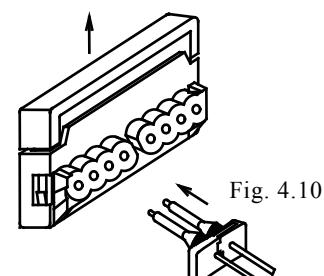

Fig. 4.10
- 打开附属的光纤切割刀刀齿，从突起端处插入光纤配件的根部。[Fig.4.10]